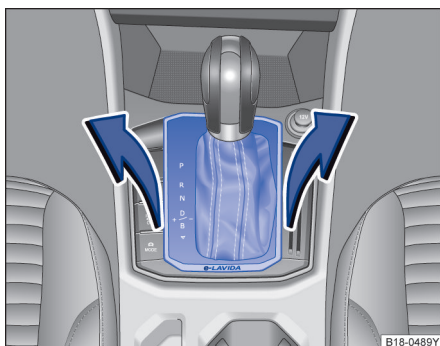

图 89 拆卸换挡杆面板
- 小心将换挡杆防尘套区域内的面板连同其上连接着的导线一起向上拉⇒图 89。